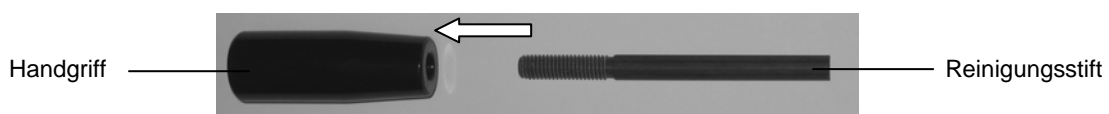

Bild 1: Handgriff mit Reinigungsstift
- Wählen Sie den für den Zylinder passenden Reinigungsstift aus und drehen Sie ihn in den Handgriff bis zum Anschlag ein. Der Handgriff ist universell für alle Reinigungsstifte einsetzbar (**Bild 1**).